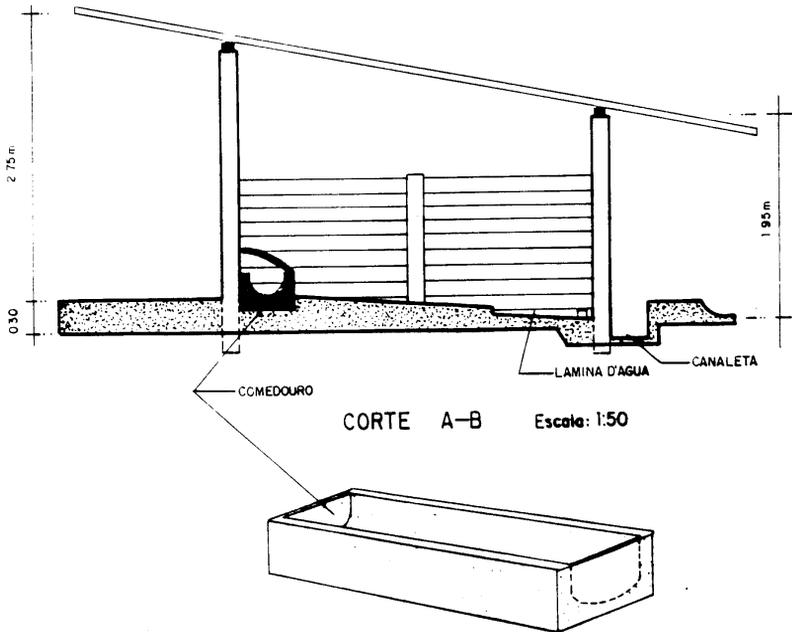

FIG. 6. Comedouro de suínos construído de alvenaria.
- Se os comedouros forem construídos de alvenaria, devem ter uma largura de 25cm e o comprimento ao longo da largura da baía (+ - 3m). Em cima do comedouro, deve-se colocar uma grade de ferro para evitar a entrada dos suínos (Fig. 6).